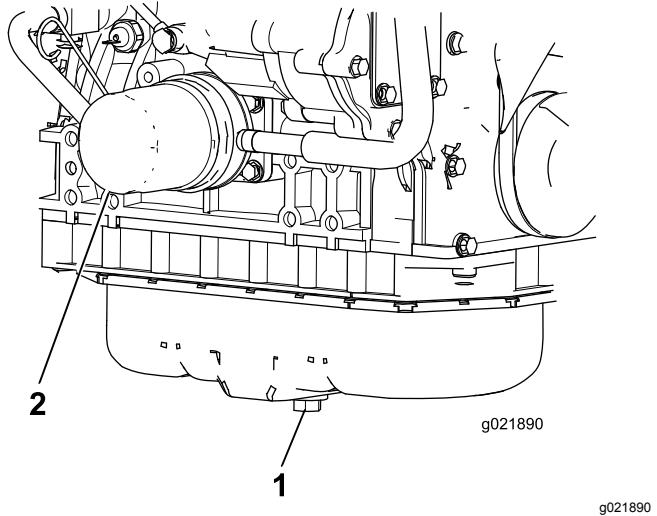

Figura 56
- Togliete il tappo di spurgo (Figura 56) e lasciate defluire l'olio in una bacinella. Quando tutto l'olio cessa di defluire, rimontate il tappo.
- Togliete il filtro dell'olio (Figura 56). Applicate un velo di olio pulito sulla tenuta del nuovo filtro prima di avvitarlo. **Non serrate troppo.**